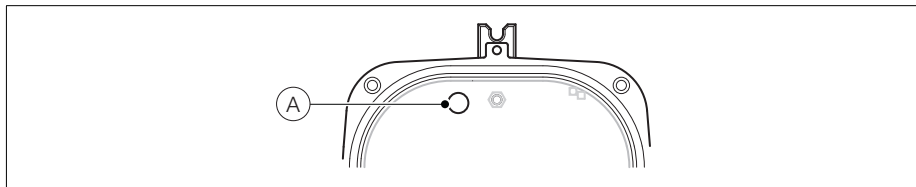

Abb. 4.10 Externer Messumformer – Austausch der internen Sicherung
3. Entfernen Sie, wie in Abb. 4.10 dargestellt, die Stecksicherung (A) vom Sicherungssockel.